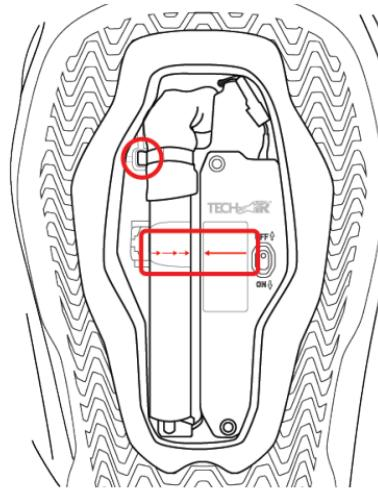

Figura 11: Instalación del Inflador de Gas (1)
A continuación, instalar el Inflador de Gas (1) de nuevo en la Carcasa del Inflador de Gas (4), empujándolo hacia su posición como se muestra en la Figura 11. Verificar que el cierre metálico situado en la parte superior del Inflador de Gas (1) se encuentre a la izquierda dentro de la carcasa. Es importante alinear las líneas de la etiqueta del Inflador de Gas (1) y de la etiqueta de la Unidad de Control del Airbag (ACU), como se muestra en la Figura 11.